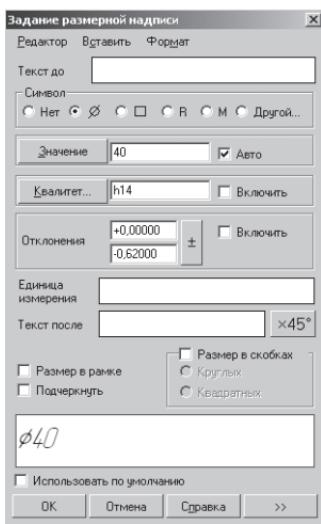

Рис. 353
- посмотрите в поле просмотра в нижней части диалогового окна, в котором отображается текущий вид надписи, в ней появились все нужные элементы (рис. 353). Щелчком по кнопке **OK** закройте диалоговое окно;